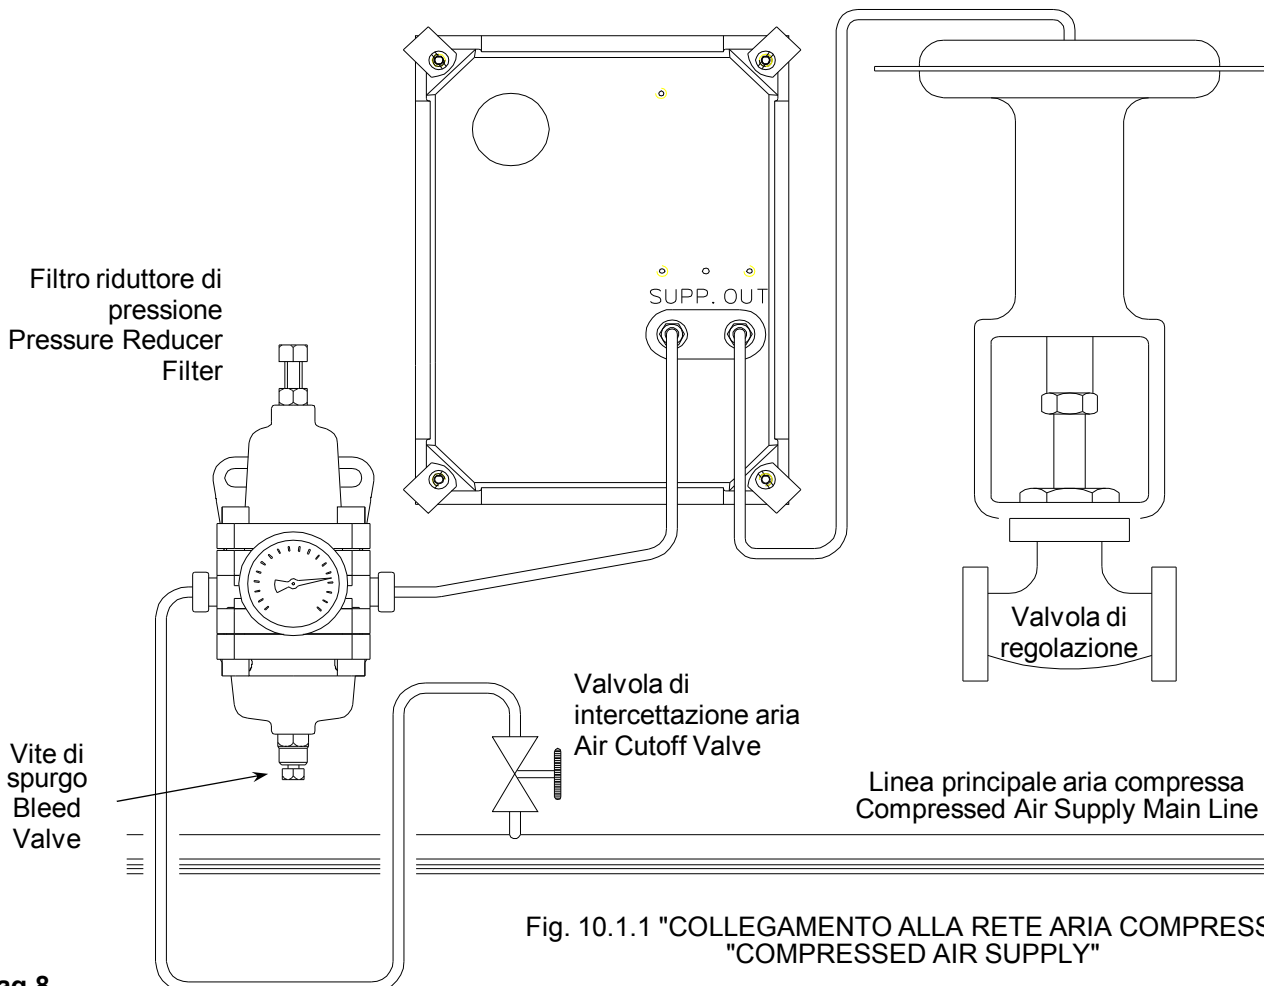

Fig. 10.1.1 "COLLEGAMENTO ALLA RETE ARIA COMPRESSA"
### 10.1. COLLEGAMENTO ALLA RETE ARIA COMPRESSA (Fig. 10.1.1)
### 10.1. COMPRESSED AIR SUPPLY (Fig.10.1.1)
**A** - Alimentare l'apparecchio con aria a 20 psi ( $\pm 1,5$ ) e aprire la vite di spurgo del filtro riduttore di pressione (vedi Fig. 10.1.1) fino al completo scarico di eventuali condense.
**A** - Apply a 20 psi air supply ( $\pm 1.5$ ) and open the bleed valve of the pressure reducer filter (see Fig.10.1.1) until any condensate has been completely discharged.
**A** - Alimentare l'apparecchio con aria a 20 psi ( $\pm 1.5$ ) e aprire la vite di spurgo del filtro riduttore di pressione (vedi Fig. 10.1.1) fino al completo scarico di eventuali condense.
**A** - Apply a 20 psi air supply ( $\pm 1.5$ ) and open the bleed valve of the pressure reducer filter (see Fig. 10.1.1) until any condensate has been completely discharged.